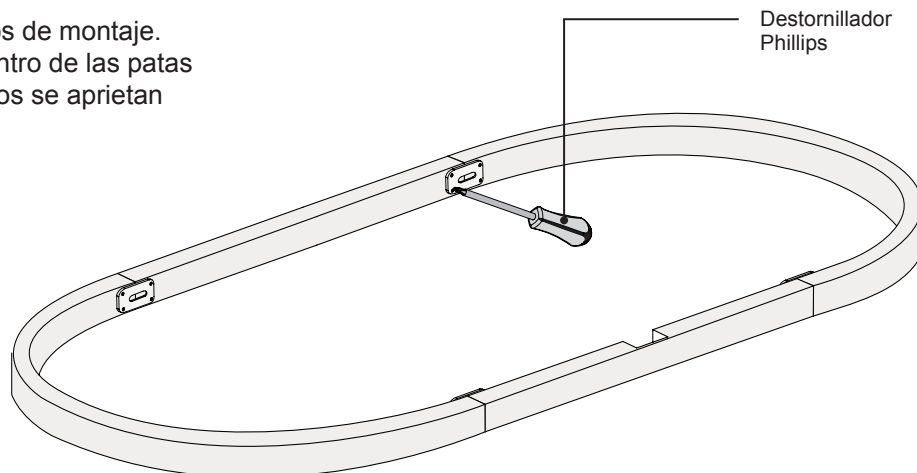

Figura 14. Madera del marco de la Asamblea
- ④ Una vez que los cuatro (4) soportes de metal se haya adherido, utilice un destornillador Phillips para apretar todos los accesorios de montaje (Figura 14).